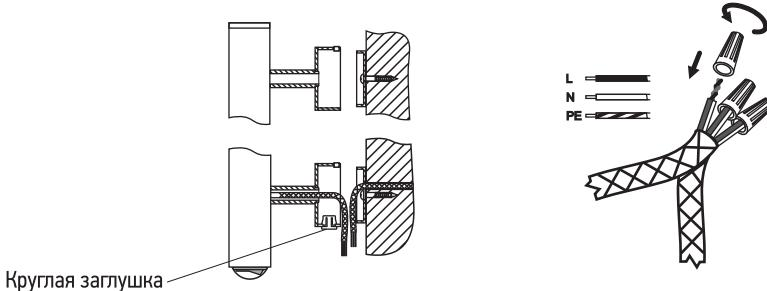

Рис. 11
- 3.10. Установить круглую заглушку на нижней стороне соединительной коробки вместо заглушки с отверстием (рис. 11).
- 3.11. Произведите «черновой» монтаж ЭПС, используя стопорные винты, с максимальным вылетом от стены (рис. 11).